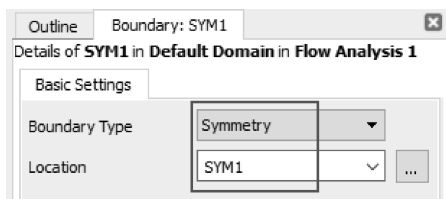
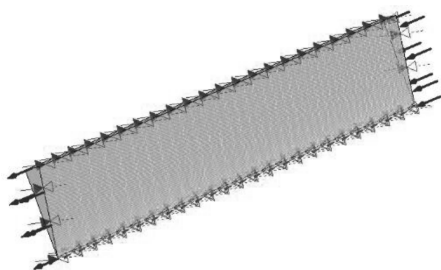

图 11-98 设置对称边界 1
图 11-99 对称边界 1 设置效果
(4) 在工具栏中单击边界条件 ，从弹出的【Insert Boundary】中，输入名称为“SYM1”确定，【Basic Setting】→【Boundary Type】= Symmetry，【Location】= SYM1，其他默认，单击【OK】关闭任务窗口，如图 11-98、图 11-99 所示。